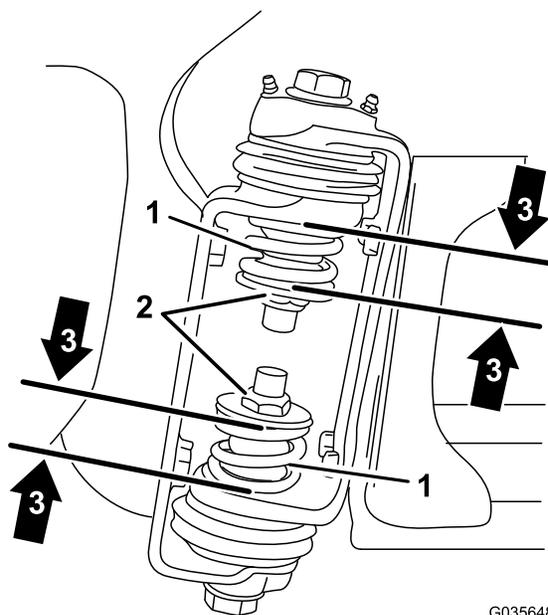

图4
3. 当喷洒臂段位于伸展位置图4时在喷洒臂段的铰链处测量上下弹簧的压缩度。